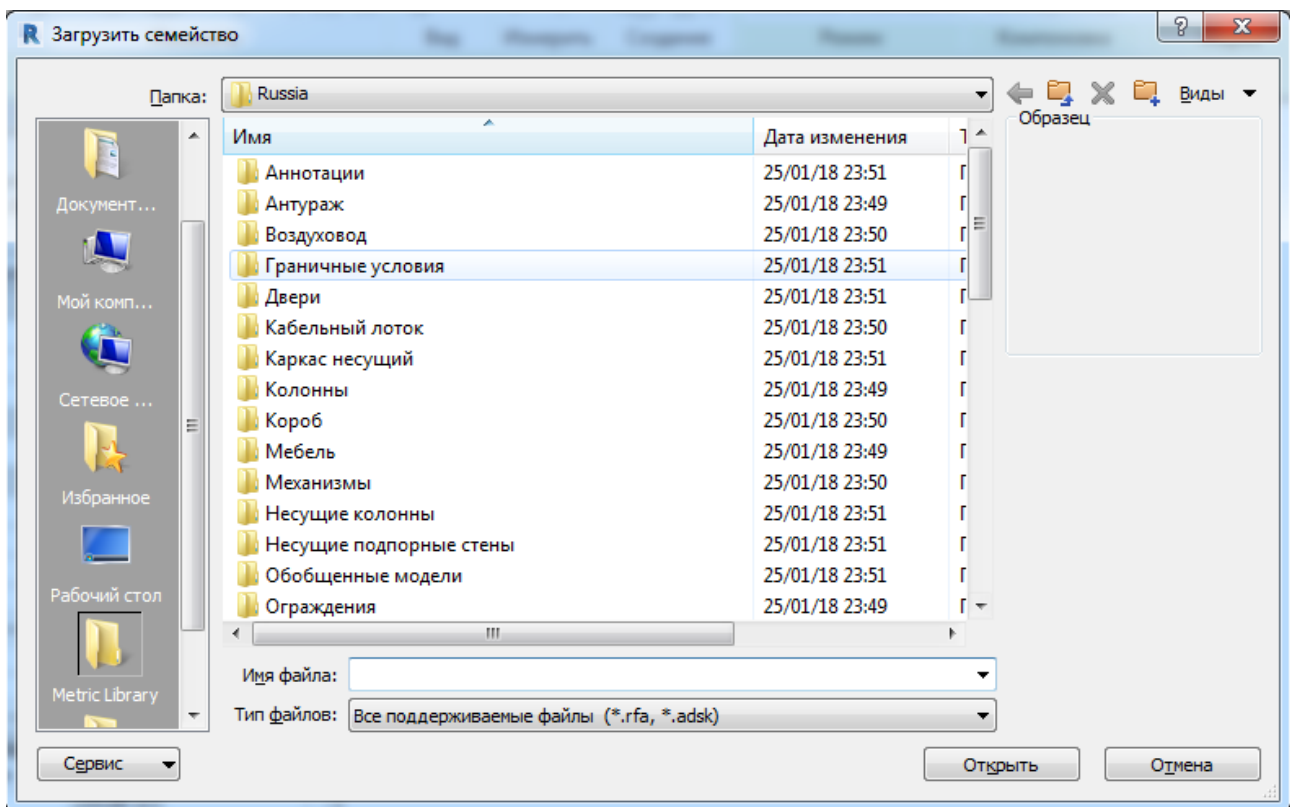

Рисунок 5.9. Диалог открытия файла семейства
4.3. В открывшемся окне диалога открыть файл семейства (рис. 5.9) в папке «Механизмы» (которая при стандартной установке программы Revit находится по адресу: C:\ProgramData\Autodesk\RVT 2018\Libraries\Russia)-> «MEP» -> «Комп. на стор. возд.» -> «Воздухоприемники»